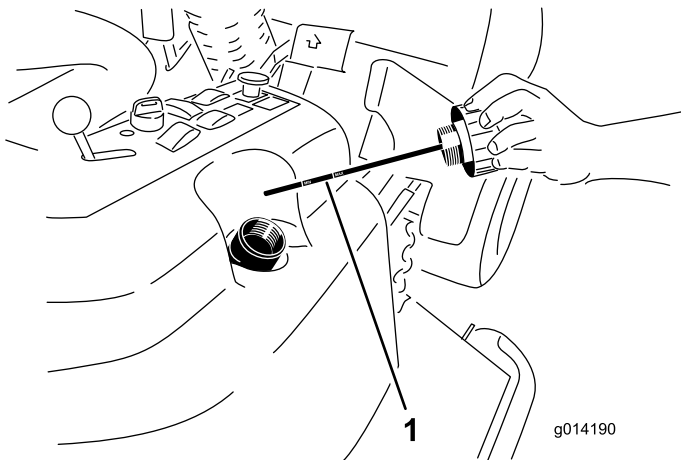

图48
4. 从加油颈上取下液压加油颈盖图48。
5. 取出量油尺用干净的抹布擦拭图48。
6. 将量油尺完全拧入加油颈然后再取出检查液位图48。